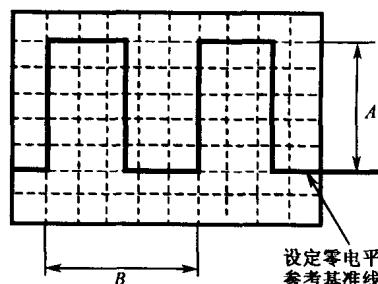

图1-1-4 屏幕显示CAL信号
② 波形输入后，首先要进行Y轴校零：将CH1输入耦合方式置“GND”位置，即“GND”黑键按入，调整垂直位移旋钮，使扫描线对准屏幕上某一条水平标尺线(图1-1-4中虚线为屏幕上的标尺线)，即设定好零电平参考基准线，然后释放“GND”黑键，使信号输入。可参见图1-1-4。注意：校准后不要再随便调整垂直位移，否则已校准的零电平会产生移动。
③ 测量信号幅值：